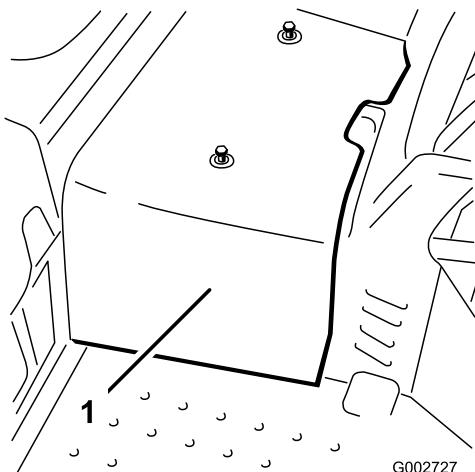

Figure 32
2. Retirez les 2 vis de fixation du carénage central à la machine et déposez le carénage (Figure 32).